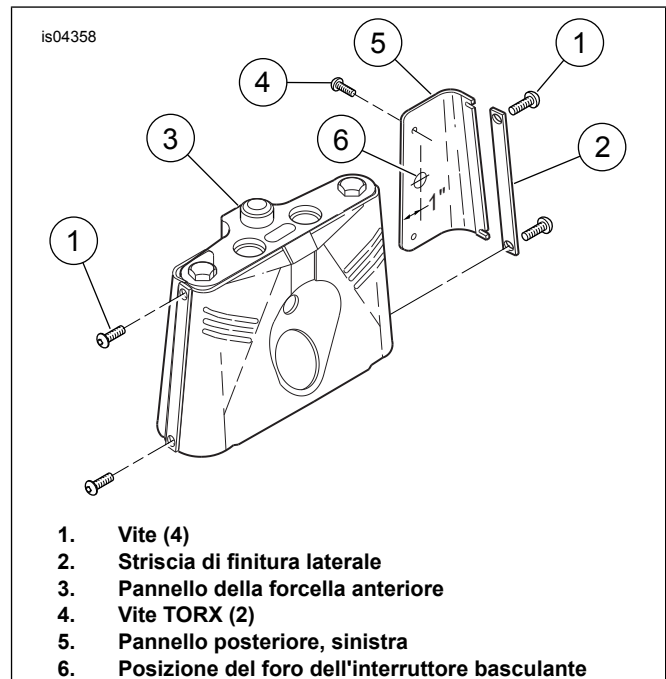
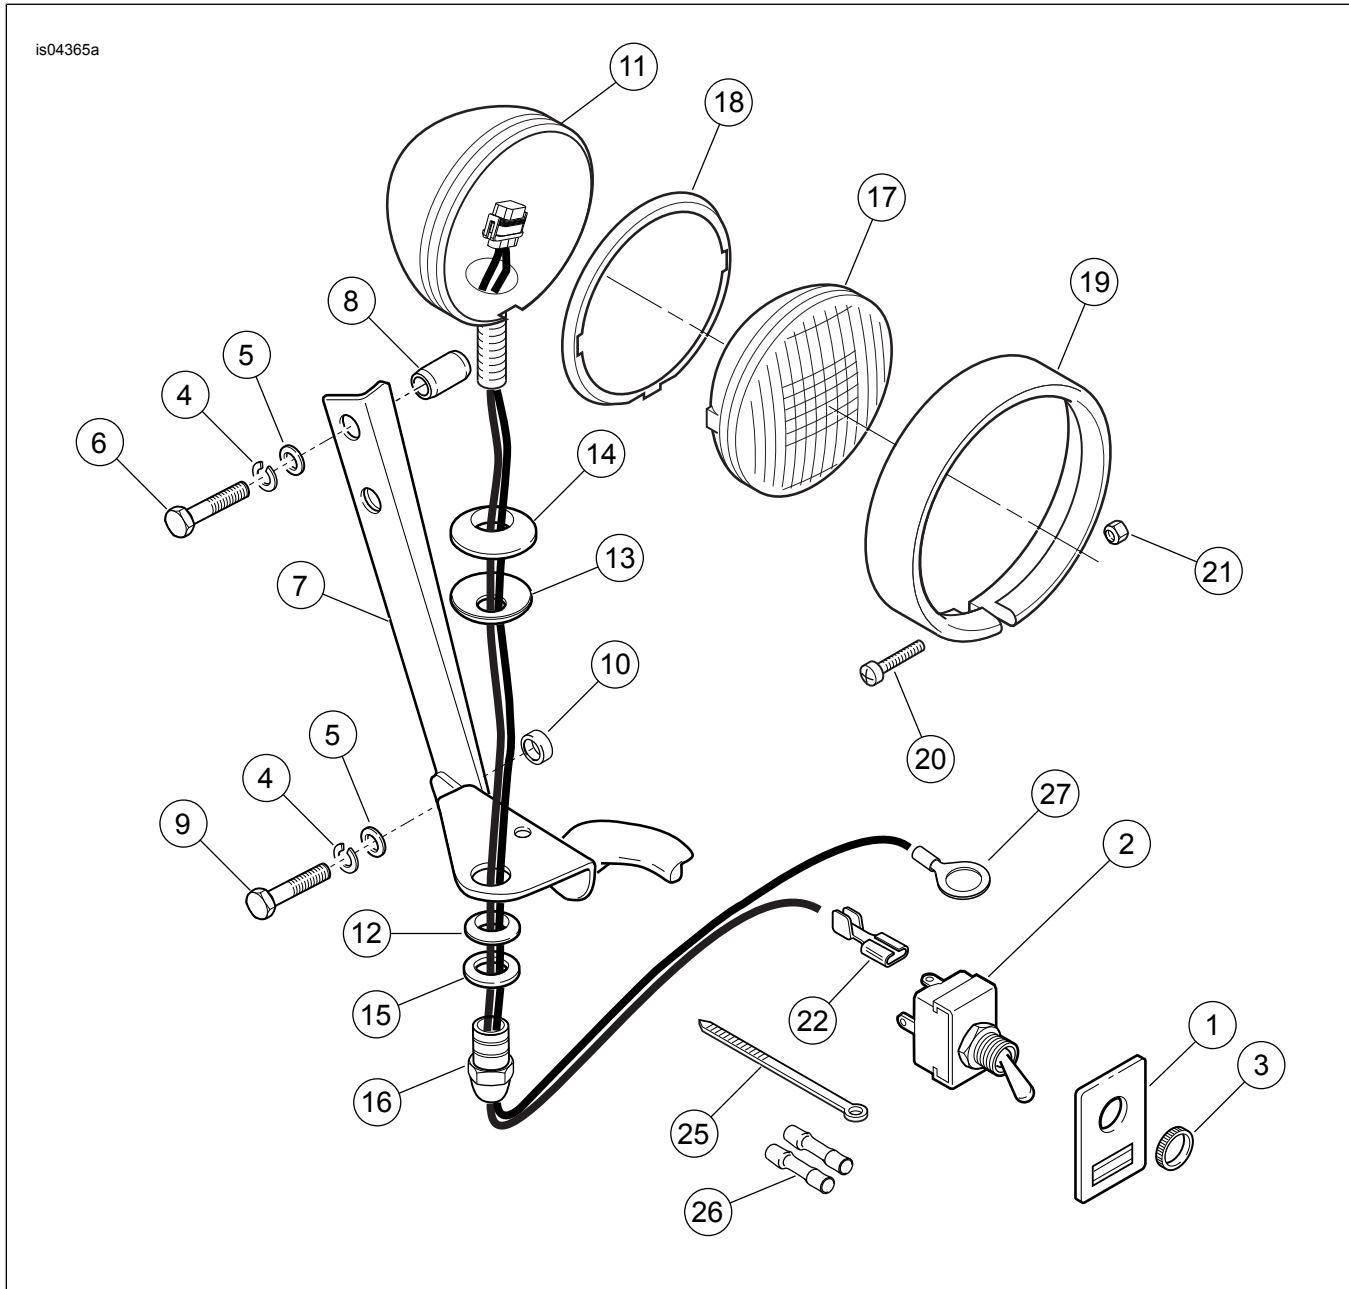

Figura 1. Foro dell'interruttore basculante
Figura 6. Parti di ricambio: Kit luce ausiliare
Vedere Figura 6 e Tabella 1.
1. Vedere Figura 1 Rimuovere ed eliminare le due viti (1) e le strisce di finitura laterali (2) da ciascun lato del pannello di rivestimento della forcella (3).
2. Sganciare le viti TORX[®] (4) e rimuovere il pannello posteriore (5) dal pannello di rivestimento della forcella anteriore. Rimuovere il tappo del foro ed eliminarlo.
3. Vedere Figura 6 Applicare un'etichetta adesiva (1) attorno al foro praticato (Figura 1 , Elemento 6). Montare l'interruttore basculante (2) nel foro utilizzando il dado zigrinato (3). Mettere da parte il pannello posteriore per il cablaggio da eseguire successivamente.
4. Posizionare la rondella di sicurezza (4) e la rondella (5) su due bulloni (6). Inserire i bulloni attraverso i fori superiori nella staffa (7) e attraverso il distanziale (8). Avvitare nei fori superiori della staffa della forcella e attraverso il pannello di rivestimento e serrare a mano.
5. Posizionare la rondella di sicurezza (4) e la rondella (5) su due bulloni (9). Inserire i bulloni attraverso i fori inferiori nella staffa (7) e attraverso il distanziale (10). Avvitare nei fori inferiori della staffa della forcella e attraverso il pannello di rivestimento e serrare a mano.
7. Collegare il guscio della luce ausiliaria (811) alla staffa utilizzando i bulloni (12-16) nella sequenza mostrata in Figura 6 .
5. Vedere Figura 6 Rimuovere il cavo di alimentazione collegato dai cavi del faro anteriore e collegare il connettore (3) al terminale rimanente sull'interruttore basculante (2).
6. Giuntare entrambi i fili neri in un'estremità del giunto di testa. Utilizzare una piccola sezione del cavo (23), quindi giuntarla nell'estremità opposta del giunto di testa. Giuntare l'estremità finale nel terminale ad anello (27).
8. Vedere Figura 1 Collegare il pannello laterale sinistro (5) al pannello della forcella anteriore (3) sotto il lato sinistro della staffa della luce ausiliaria.
9. Instradare i fili in modo che non vengano schiacciati tra il pannello di rivestimento e la staffa della forcella. Utilizzare fascette per cavi (25) per fissare i fili alla staffa della forcella e al telaio della motocicletta.
6. Vedere Figura 6 Installare luci ausiliarie (17) e anelli di rivestimento (19).